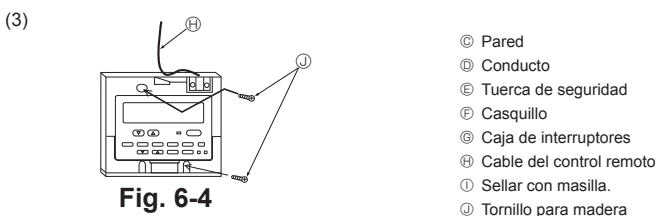

Fig. 6-4
(3) Para instalarla en la pared (Fig. 6-4)